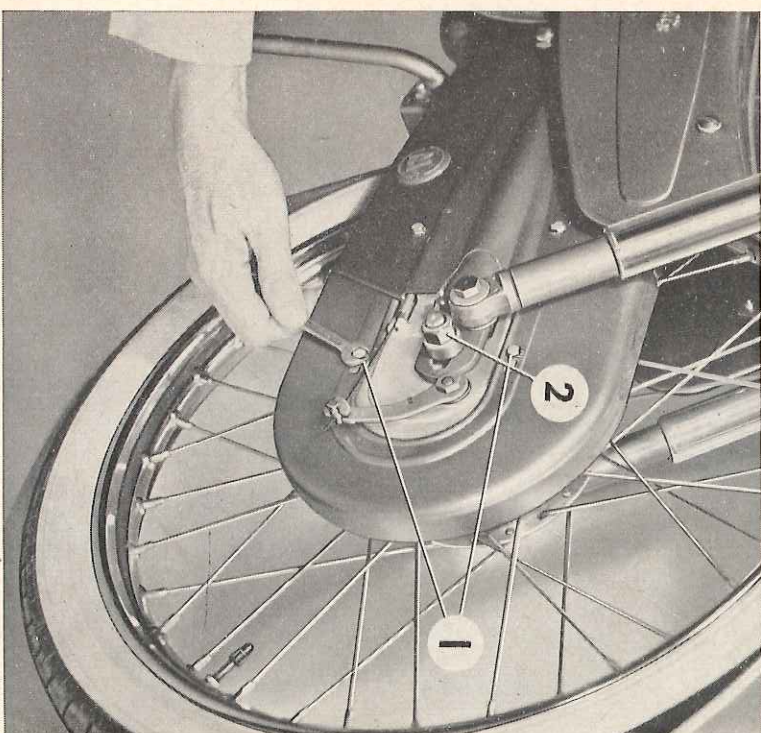
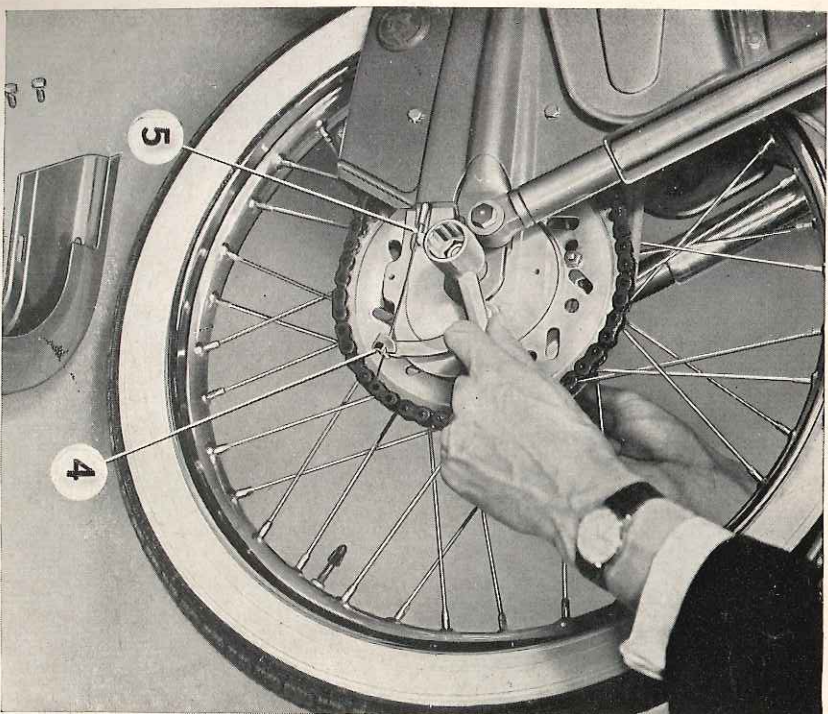
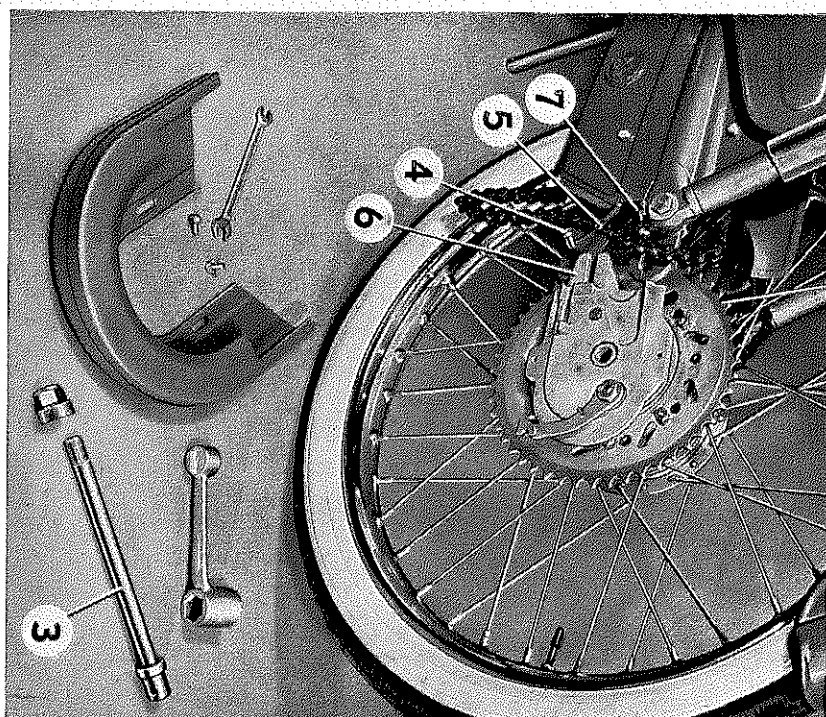

Fig. 12
Fig. 13
Fig. 14
Sur la MOBYLETTE Grand Tourisme et sur la Spéciale Route, il y a lieu d'abord de retirer la partie arrière du carter de protection de chaîne. Pour cela, démonter les 2 vis (1) de fixation de ce carter sur le flasque du moyeu (clé de 8). (Fig. 12). Faire coulisser le carter vers l'arrière.
Accrocher et verrouiller en position haute le tendeur de chaîne bicyclette. Démonter l'écrou de fixation (2) (Fig. 12) clé de 17. Retirer la broche (3). (Fig. 14) Débrancher le serre-câble (4) et dégager la butée de gaine de frein (5) (Fig. 13). Faire sauter les deux chaînes.
Au remontage, faire attention à bien engager la patte d'ancrage (6) (Fig. 14) sur le téton de point fixe situé sous le carter de chaîne. Lors du remontage du carter, faire attention à ce que les bords du couvercle arrière du carter recouvrent bien l'extérieur du carter.
Au remontage bien faire buter la broche sur les 2 tendeurs de chaîne (7) (Fig. 14).